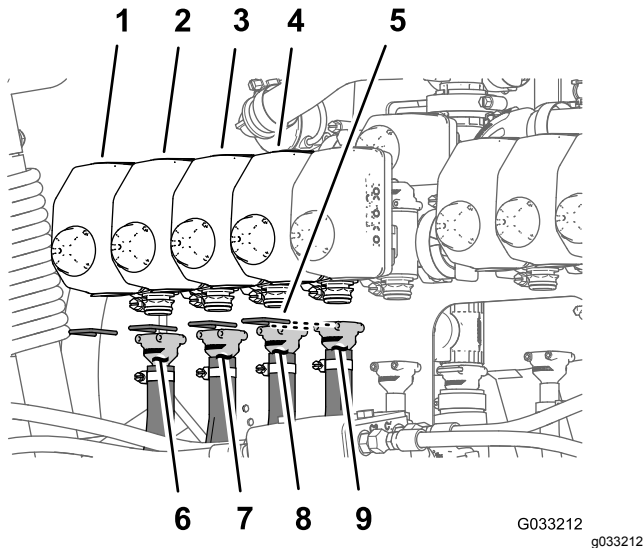
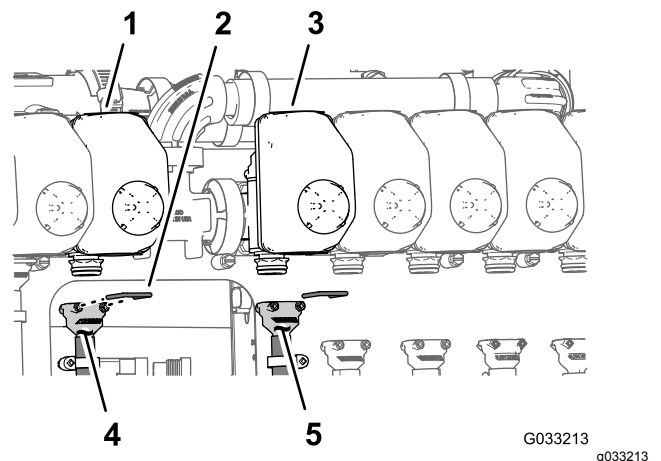
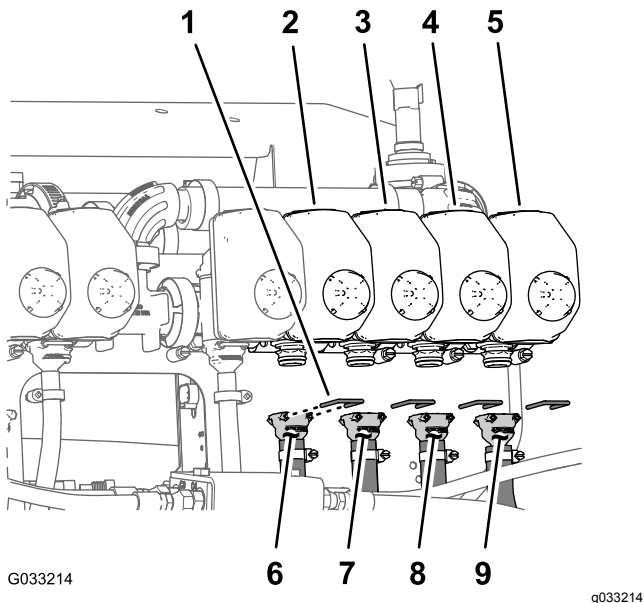

図 138
図 139
図 140
注 ノズルバルブの位置については 図 138 各ホースをノズルバルブ~4 番に取り付ける。(ページ 62)、図 139 ホースをノズルバルブ5および6 番に取り付ける。(ページ 62)、および図 140 各ホースをノズルバルブ7-10 番に取り付ける。(ページ 63) を参照してください。
1. 給液ホース279cmのバーブ付きストレートフィッティングを、ノズルバルブ1番のカップラに組み付ける図 138。
2. リテーナを使って、バーブ付きフィッティングをバルブに固定する図 138。
3. 給液ホース234cmのバーブ付きストレートフィッティングを、ノズルバルブ2番のカップラに組み付ける図 138。
4. リテーナを使って、バーブ付きフィッティングをバルブに固定する図 138。
5. 給液ホース188cmのバーブ付きストレートフィッティングを、ノズルバルブ3番のカップラに組み付ける図 138。
6. リテーナを使って、バーブ付きフィッティングをバルブに固定する図 138。
7. 給液ホース188cmのバーブ付きストレートフィッティングを、ノズルバルブ4番のカップラに組み付ける図 138。
8. リテーナを使って、バーブ付きフィッティングをバルブに固定する図 138。
1. 給液ホース81cmのバーブ付きストレートフィッティングを、ノズルバルブ5番のカップラに組み付ける図 139。
2. リテーナを使って、バーブ付きフィッティングをバルブに固定する図 139。
3. 給液ホース81cmのバーブ付きストレートフィッティングを、ノズルバルブ6番のカップラに組み付ける図 139。
4. リテーナを使って、バーブ付きフィッティングをバルブに固定する図 139。
1. 給液ホース188cmのバーブ付きストレートフィッティングを、ノズルバルブ7番のカップラに組み付ける 図 140。
2. リテーナを使って、バーブ付きフィッティングをバルブに固定する 図 140。
3. 給液ホース188cmのバーブ付きストレートフィッティングを、ノズルバルブ8番のカップラに組み付ける 図 140。
4. リテーナを使って、バーブ付きフィッティングをバルブに固定する 図 140。
5. 給液ホース234cmのバーブ付きストレートフィッティングを、ノズルバルブ9番のカップラに組み付ける 図 140。
6. リテーナを使って、バーブ付きフィッティングをバルブに固定する 図 140。
7. 給液ホース279cmのバーブ付きストレートフィッティングを、ノズルバルブ10番のカップラに組み付ける 図 140。
8. リテーナを使って、バーブ付きフィッティングをバルブに固定する 図 140。